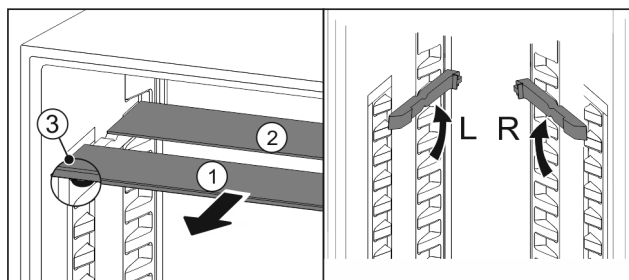

Fig. 77
- ▶ Wyciągnąć Fig. 77 (1) pojedynczo półki szklane do przodu.
- ▷ Płyta szklana Fig. 77 (1) z listwą ozdobną znajduje się z przodu.
- ▷ Stopery Fig. 77 (3) wskazują w dół.